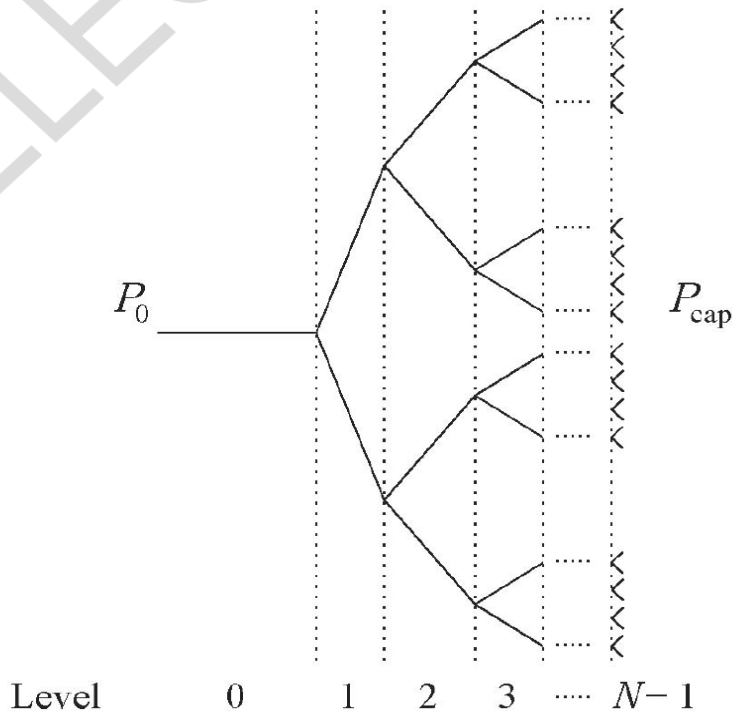

Figure 1. Réseaux d'artérioles.
- 5) Expliquer qualitativement en quoi la fontaine de Héron peut être vue comme un siphon. Quel récipient se vide dans quel autre ? Reproduire le schéma de la figure 1 et y représenter par des flèches le sens d'écoulement de l'eau dans chaque tuyau.
On considère sur la figure 1 le réseau symétrique d'artérioles (petites artères) qui délivre du sang au lit capillaire d'un tissu. Dans ce réseau, à chaque bifurcation, un vaisseau est divisé en deux vaisseaux identiques. Cependant les vaisseaux de niveaux supérieurs sont plus fins et plus courts : on considère que les rayons et les longueurs des vaisseaux de deux niveaux consécutifs i et $i+1$ sont liés respectivement par $r_{i+1} = r_i/2^{1/3}$ et par $\ell_{i+1} = \ell_i/2^{1/3}$.